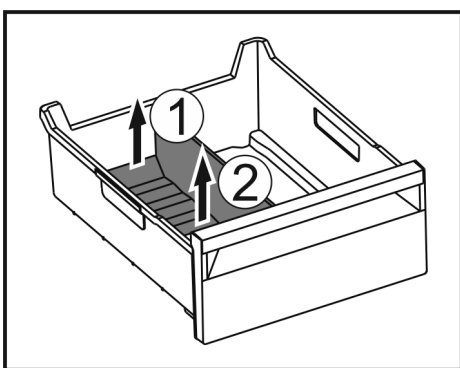

Fig. 70
- ▶ Levantar la parte posterior del separador del compartimento para hielo. Fig. 70 (1)
- ▶ Extraer el separador del compartimento para hielo hacia arriba. Fig. 70 (2)